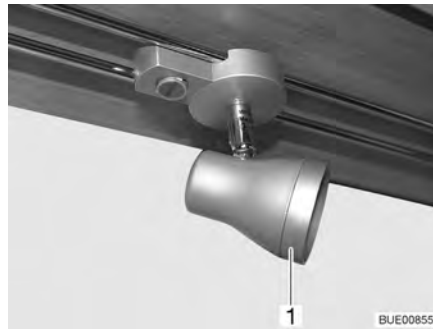

Fig. 205 Foco halógeno (desplazable)
- Girar el anillo exterior (Fig. 205,1) en sentido contrario a las agujas del reloj hasta que se suelte de la carcasa.